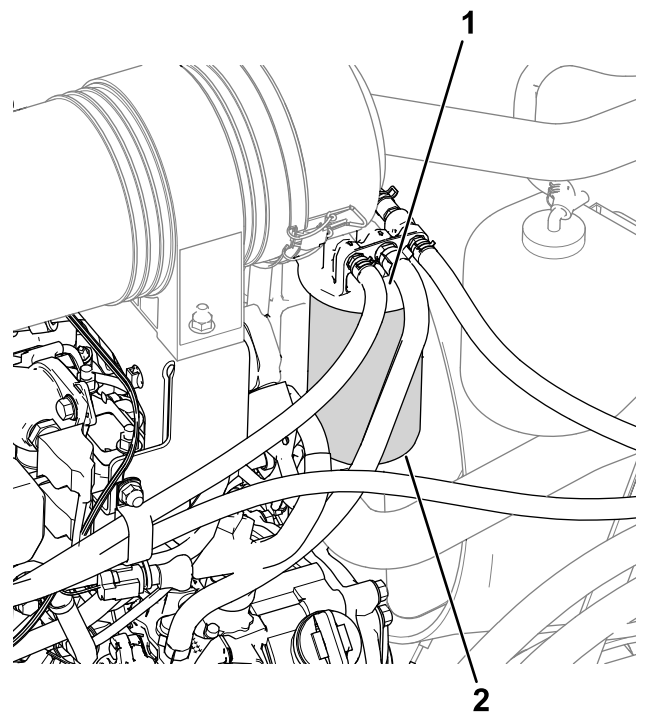

Figure 56
- Déposez le filtre et nettoyez la surface de montage de la tête du filtre (Figure 56).
- Nettoyez la surface autour de la tête du filtre à carburant (Figure 56).